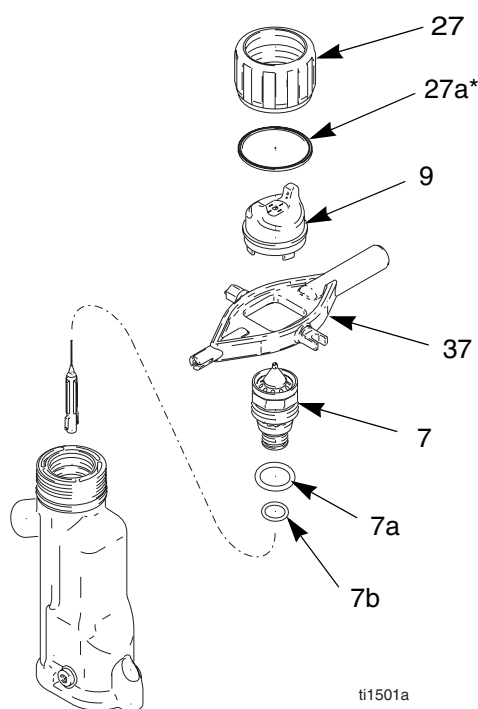

Fig. 11. Reemplazo del cabezal de aire/boquilla
2. Retire el anillo de retención del cabezal de aire (27) y el cabezal de aire (9). Vea la Fig. 11.
3. Apunte hacia arriba la parte delantera de la pistola y apriete el gatillo mientras saca el conjunto de la boquilla (7) con la herramienta multiusos (37).